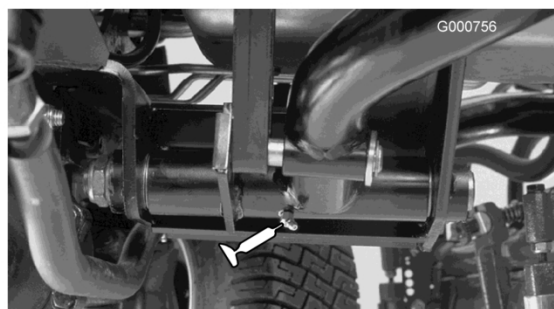

Figure 36
- Pivots de bras de levage arrière (2) (Figure 36)